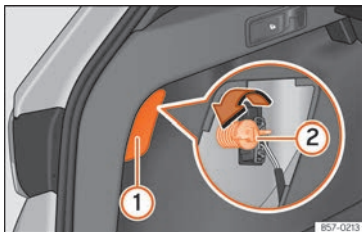

Abb. 59 Gepäckraum: Zugang zur Befestigungsschraube der Heckleuchte.
- Hebeln Sie die Abdeckung an der Aussparung »» **Abb. 59** mit dem flachen Teil des Schraubendrehers ab **1**.
- Schrauben Sie mit der Hand oder mit Hilfe eines Schraubendrehers die Befestigungsschraube der Leuchte »» **Abb. 59** **2** heraus.